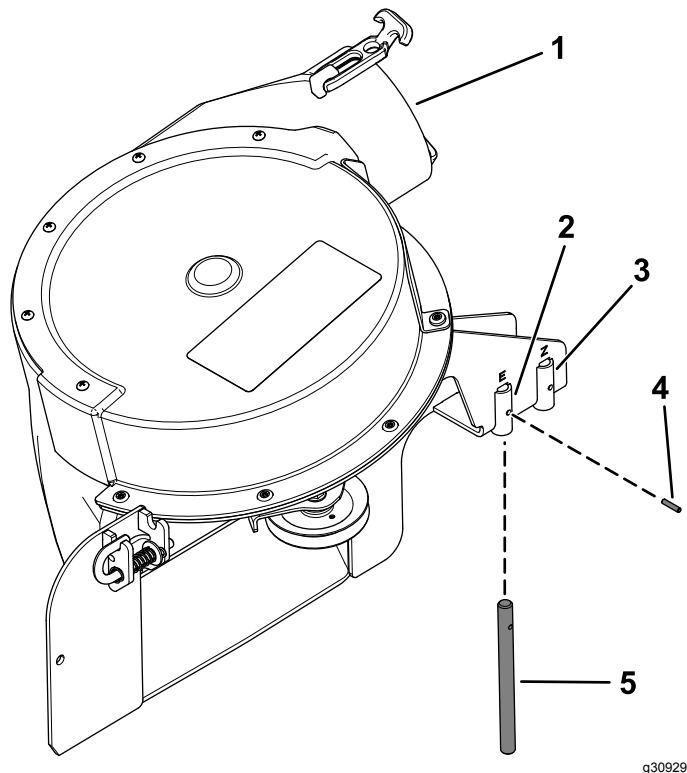

Figure 17
Vérifiez que l'axe de pivot est fixé au bon emplacement sur le ventilateur (Figure 17).
- Si vous possédez un plateau de 122 ou 132 cm, placez l'axe de pivot dans le trou avant (Figure 17).
- Si vous possédez un plateau de 152 cm, placez l'axe de pivot dans le trou arrière (Figure 17).